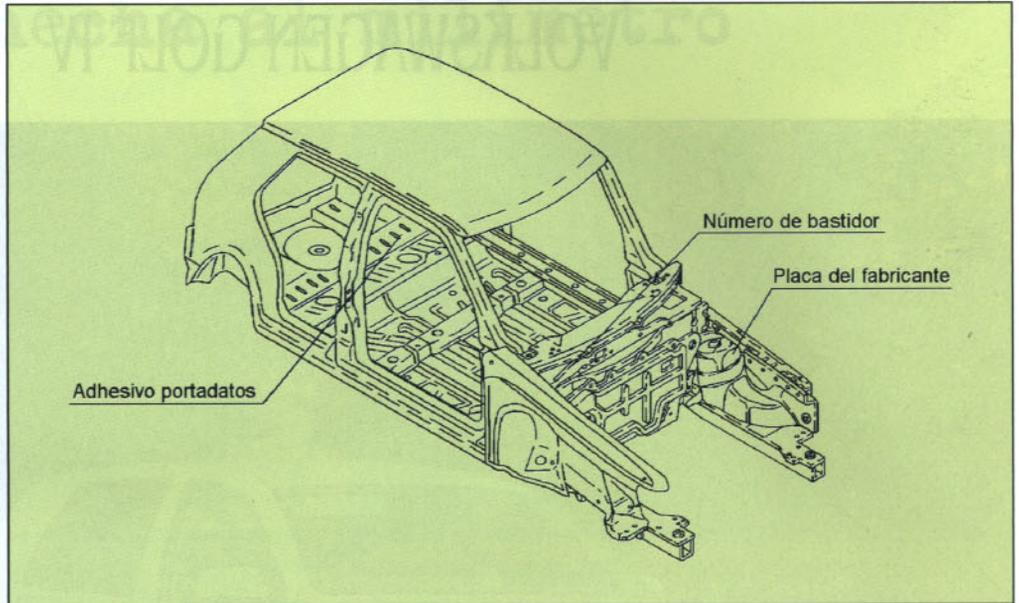

Figura 1. Situación de las placas de identificación del vehículo y número de bastidor
ría, tal y como se refleja en la figura 1.
- **El número de bastidor** se encuentra troquelado en la chapa salpicadero, entre el motor y el compartimento de los pasajeros (figura 1).